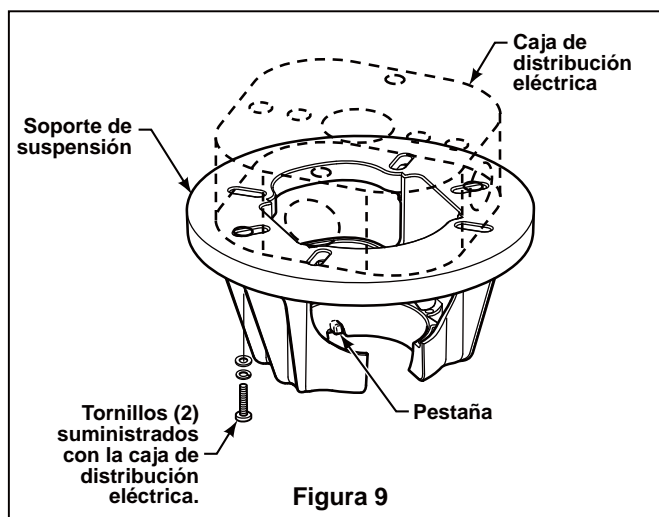

Figura 9
1. Fije bien el soporte de suspensión a la caja de distribución con los tornillos y las arandelas suministrados con la misma (Figura 9).
NOTA: Se deben pasar los tornillos de la caja de distribución eléctrica a través de los orificios que se encuentran en el soporte de suspensión (Figura 9).
3. Con cuidado, levante el ventilador y apoye la unidad del barral/de la semiesfera en el soporte de suspensión que acaba de fijar a la caja de distribución eléctrica (Figura 9). Asegúrese de que la ranura en la semiesfera esté alineada con el reborde del soporte de suspensión (Figura 10).